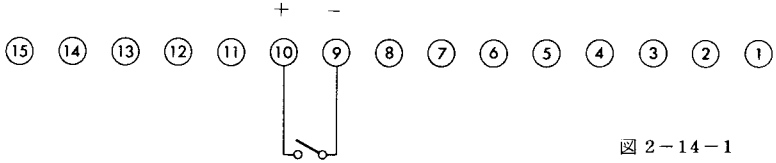

図2-14-1
- (1) 図2-14-1の通り、端子台の⑨と⑩間へ、外部ロードスイッチを接続します。スイッチの容量は、AC 125V 1A程度のもので、使用してください。